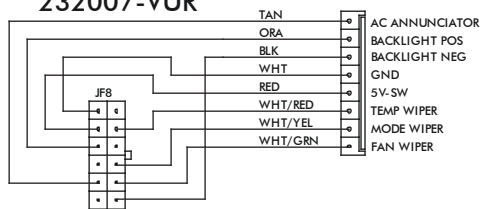

**FIGURE 4**
- INSTALL OEM CONTROL PANEL LOWER DASH PANEL. SEE FIGURE 4, BELOW.
- INSTALL OEM DRIVER SIDE UNDER DASH LOUVER. SEE FIGURE 4, BELOW.